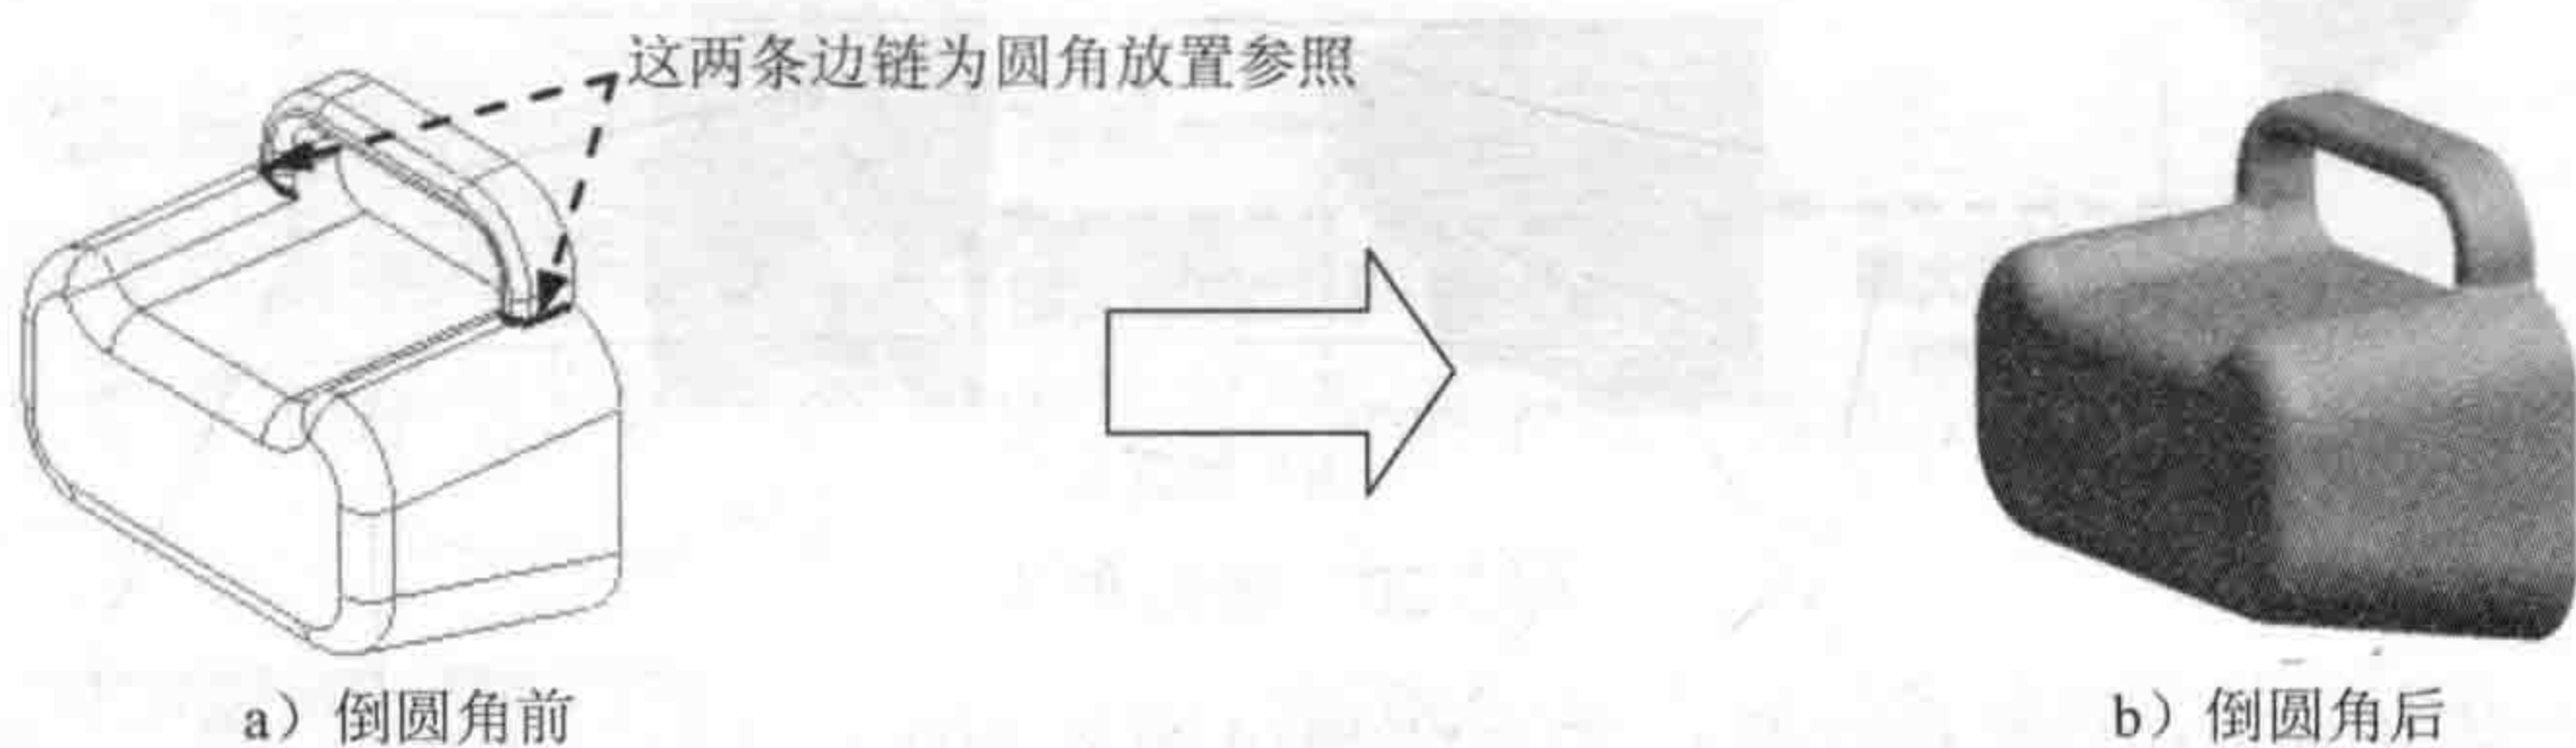

图 2.17 倒圆角 6
Step10. 添加图 2.17 所示的倒圆角特征——倒圆角 6，选择图 2.17a 中的两条边链为圆角放置参照；圆角半径值为 3.0。